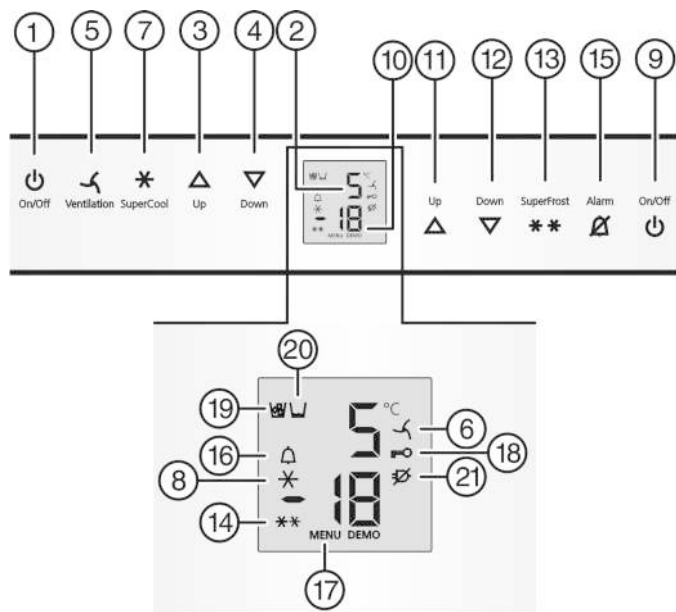

Fig. 2
- Нажмите кнопку On/Off морозильного отделения Fig. 2 (9).
- Нажмите кнопку On/Off холодильного отделения Fig. 2 (1).
- Активация режима настройки: удерживайте кнопку SuperFrost Fig. 2 (13) прибл. 5 секунд.
- ▷ Символ меню Fig. 2 (17) горит.
- Коротко нажмите кнопку SuperFrost Fig. 2 (13) для подтверждения.
- Для включения защиты от детей коротко нажмите клавишу SuperFrost Fig. 2 (13).
- ▷ Символ "Защита от детей" Fig. 2 (18) горит. На индикации мигает c.
- ▶ Для выключения защиты от детей коротко нажмите клавишу SuperFrost Fig. 2 (13).
- ▷ Символ защиты от детей Fig. 2 (18) гаснет. На индикации мигает **c**.
- ▶ Выход из режима настройки: нажмите кнопку On/Off морозильного отделения Fig. 2 (9).
- ▶ Нажмите кнопку Alarm Fig. 2 (15).
Одновременно мигает индикация температуры и символ тревоги Fig. 2 (16).